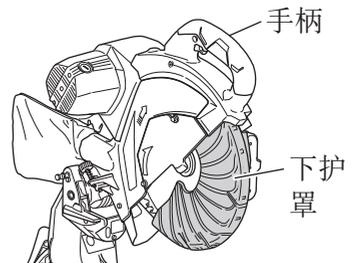

图 6
(1) 按下手柄时, 检查下护罩是否能平滑移动 (图 6)。
(2) 接着, 检查拉起手柄时, 下护罩是否返回到原来的位置。